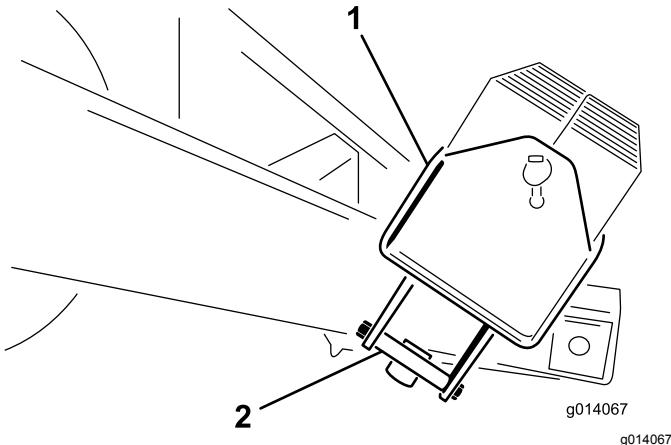

Figura 5
2. Rimuovete i bulloni ($\frac{1}{2}$ " x $5\frac{1}{2}$ ") dalla staffa di montaggio che regge la scatola della zavorra. Eliminate le staffe di montaggio (Figura 5).